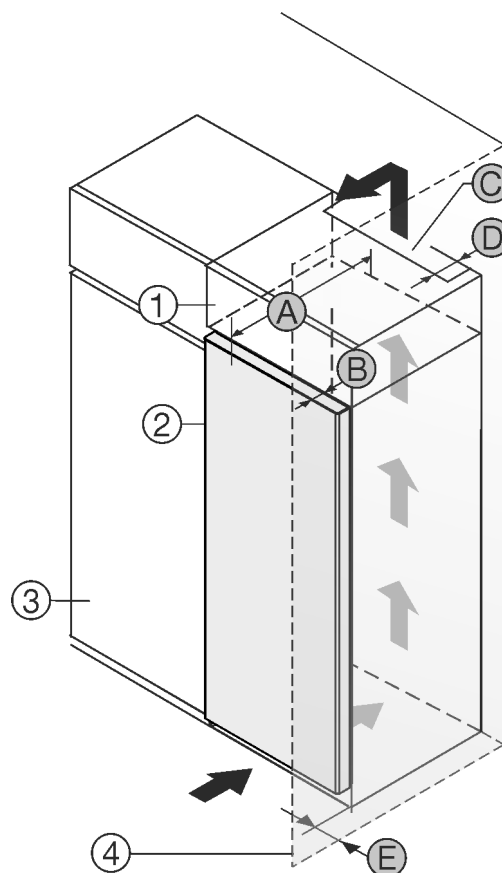

Fig. 1
Uređaj se može postaviti direktno uz kuhinjski element Fig. 1 (3)*.
Na stražnjoj strani visećeg ormara treba postojati otvor za odzračivanje dubine Fig. 1 (D) po cijeloj širini visećeg ormara.*
Ispod stropa prostorije treba poštovati ventilacijski presjek Fig. 1 (C)*.
Kada se uređaj postavlja s okovima pored zida Fig. 1 (4), razmak između uređaja i zida mora iznositi najmanje 13 mm.*
Kada se uređaj postavlja s okovima pored zida Fig. 1 (4), razmak između uređaja i zida mora iznositi najmanje 57 mm. To odgovara stajanju ručice kod otvorenih vrata.*